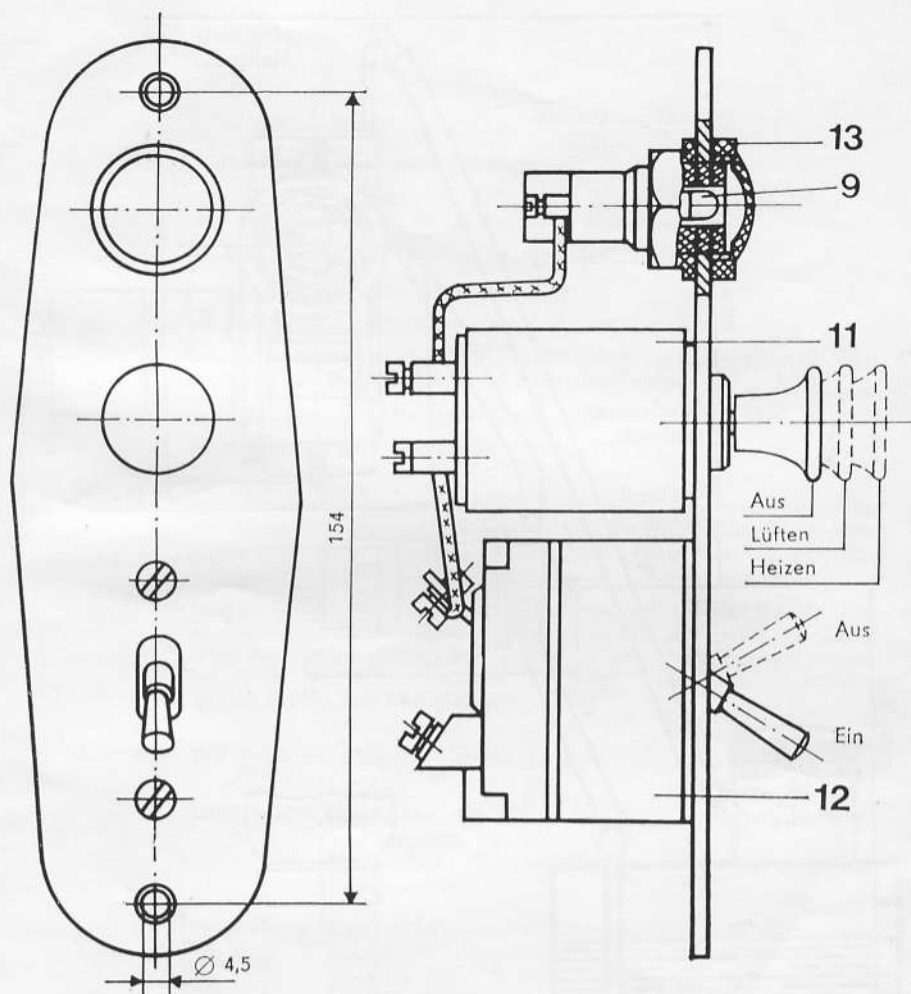

Bild 2 SCHALTERTAFEL
Die Schaltertafel (Abbildung 2) ist mit einer Kontrolllampe (13), einem Schubschalter (11) und einem Schutzschalter (12) versehen. Der Schubschalter (11) hat folgende 3 Schaltstellungen:
Leuchtet die Kontrollampe (13) auf der Schaltertafel (Abbildung 2) nicht auf, und als Ursache wird eine defekte Glühlampe ermittelt, so ist eine neue einzusetzen.